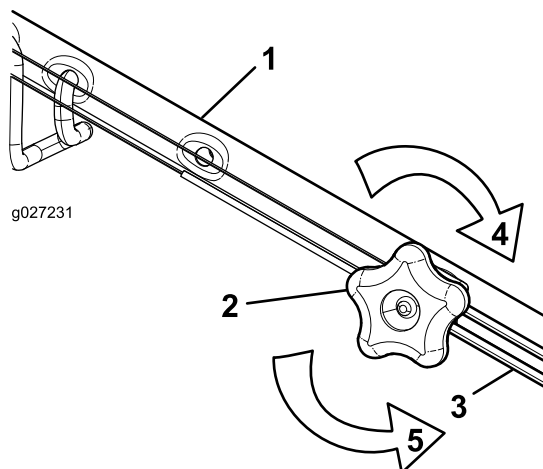

Figura 33
- Gire el pomo de ajuste en sentido antihorario para aflojar el cable (Figura 33).
- Ajuste la tensión del cable (Figura 33) tirando del mismo hacia atrás o empujándolo hacia adelante, y sujételo en esa posición.